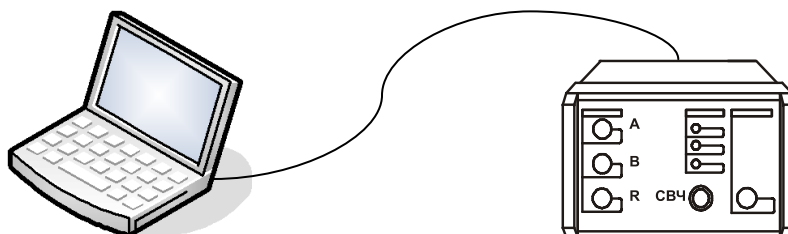
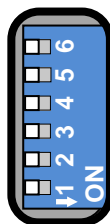

Рисунок 3.2 – Прямое подключение
Рисунок 3.4 – Переключатели на задней панели Р2М (все выключены)
3.2.5 На задней панели Р2М имеется линейка из шести переключателей «Конфигуратор» (рисунок 3.4), с помощью которых выбирается набор сетевых параметров.
3.3.4 Возможно, для подключения к Р2М потребуется установить «Фабричные» сетевые параметры – выключить все переключатели «Конфигуратора» на задней панели (рисунок 3.4), и подключить Р2М непосредственно к ПК (рисунок 3.2).
Примечание – Изменение сетевых параметров скажется только после выключения / включения питания Р2М и при включённом первом переключателе «Конфигуратора» на задней панели прибора (рисунок 3.4).